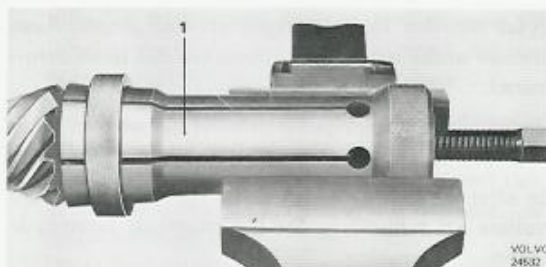

Bild 37. Demontering av bakre pinjonglager
11. Dra vid behov av bakre lagret från pinjongen med avdragare SVO 2164 för bakväxlar typ 23, SVO 2392 för typ 27, 30 och SVO 2844 för typ 31, se bild 37.